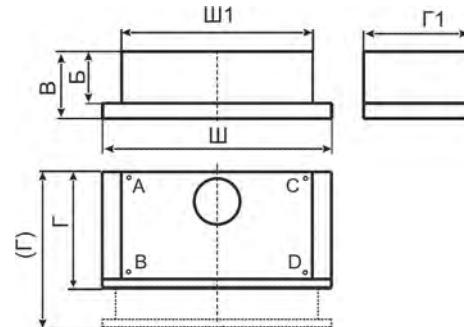

рис. 2
- просверлите четыре отверстия Ø5 мм (соответствующие отверстиям A, B, C, D, рис. 2) для крепления вытяжки в нижней панели полки;